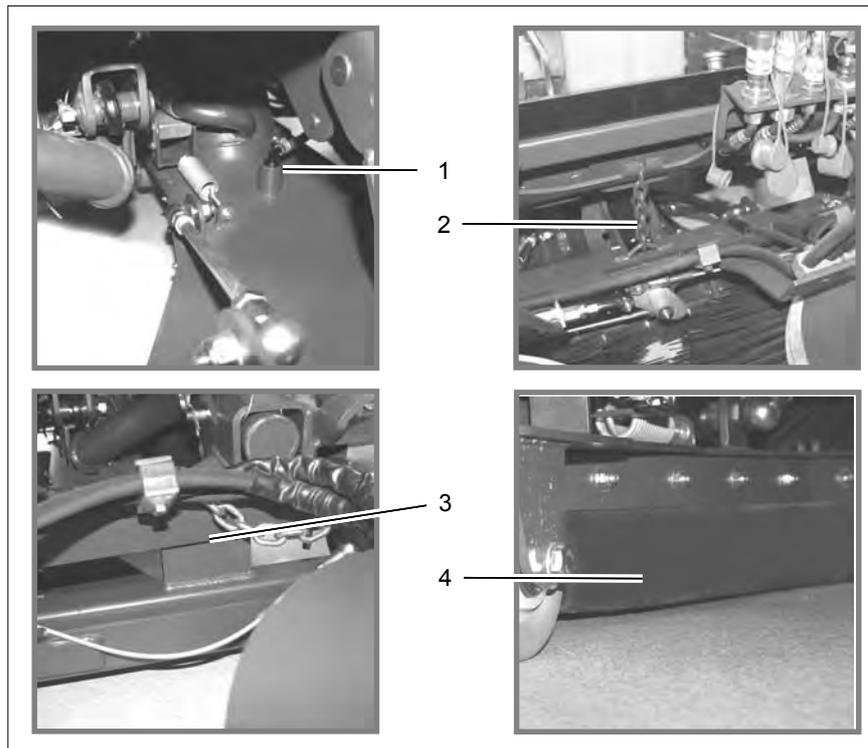

Fig. 32
9. Fixer le tuyau à eau propre (Fig. 32/1).
10. Relever l'unité de balayage à l'aide de la touche Relever (bloc de commande droit) et accrocher la chaîne de fixation (Fig. 32/2).
Positionnez le support au centre du châssis (Fig. 32/3).
Lorsque vous déposez l'unité de balayage, assurez-vous que les joints (Fig. 32/4) du succion restent bien droits.